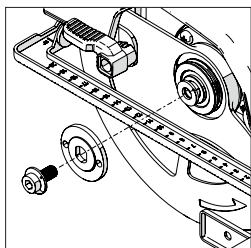

Fig. 4
- Utilizzando la chiave esagonale, allentare e rimuovere la vite a brugola del mandrino, i relativi ancoraggi, e la flangia esterna conduttrice della lama. (Fig. 4)